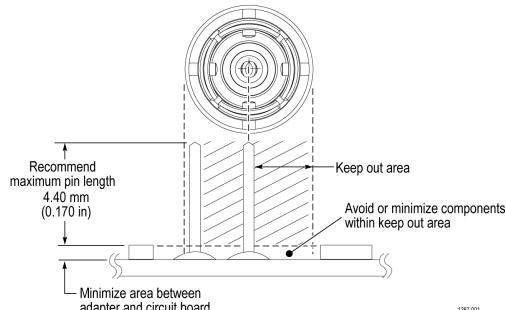

图20: 适配器间隙要求
焊接引脚可安装到电路板的表面安装组件，但应保留足够的间隙，以便为适配器提供良好的电气连接。图 20: 适配器间隙要求 on page 41
3. 如有必要，请使用少量的粘合剂进一步增强与电路板的连接。但是，请保持最低的粘合剂高度，以便为适配器提供良好的电气接触。图20: 适配器间隙要求 on page 41